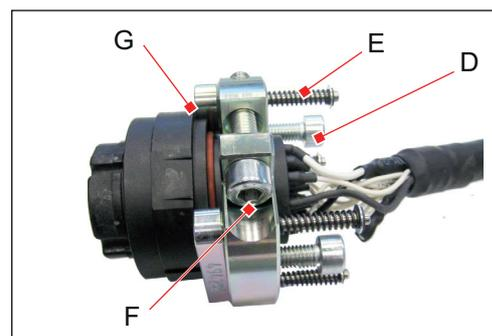

Abb. 15: Abziehwerkzeug ansetzen
- 1) Die 2 Schrauben (D) des Abziehwerkzeugs lösen, bis die Federn (E) entspannt sind (Abb. 15).
- 2) Schraube (F) ganz aufschrauben, so dass sich der Bügel des Abziehwerkzeugs öffnen lässt.
- ▶ Dann das Abziehwerkzeug so um den Crimpadapter legen, dass die Klammern (G) den Rand des Wechseleinsatzes berühren.
- ▶ Schraube (F) zuschrauben, bis das Abziehwerkzeug den Crimpadapter fest umgreift.